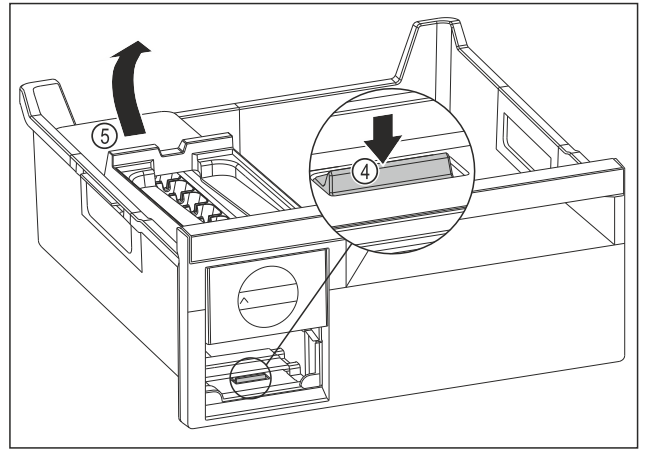

Fig. 105
- ▶ Retirer le corps de l'EasyTwist-Ice : Avec le doigt, pousser la languette Fig. 105 (4) vers le bas tout en soulevant de l'autre main le corps de l'EasyTwist-Ice Fig. 105 (5) depuis l'arrière.